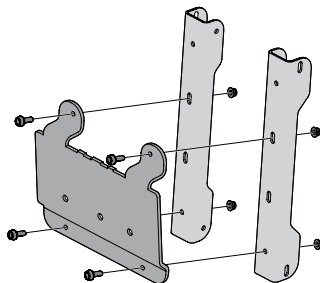

Figura 3
1. Coloque los dos soportes del puntal (789-04278) orientados hacia abajo, como se indica en la Figura 3.
2. Alinee la placa de montaje (689-02559) con los soportes del puntal con las bridas que se curvan hacia adentro y la brida sólida que queda alineada con los orificios más pequeños a lo largo de la base de los soportes del puntal. Consulte la Figura 3.
3. Asegure la placa de montaje y soportes del puntal con cuatro tornillos de cabeza hexagonal (710-1238) y cuatro tuercas de seguridad (712-04063) del paquete de herrajes 689-02619. Consulte la Figura 3.